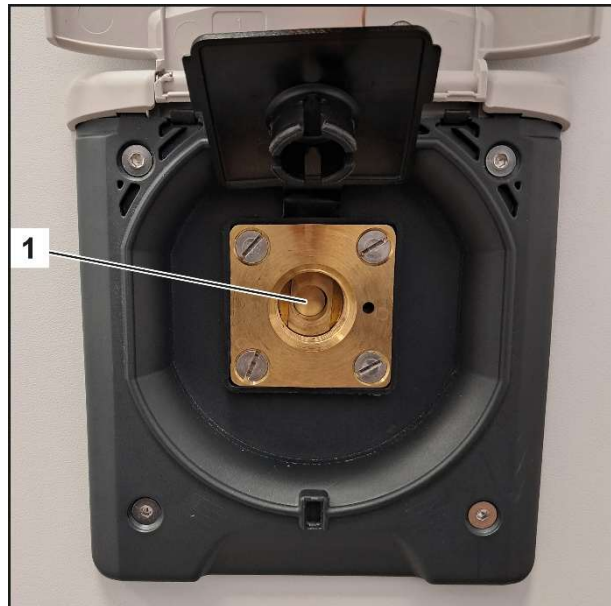

Fig. 14
8. Fjern tankadapteren (Fig. 13/1) fra påfyldningstilslutningen (Fig. 14/1).